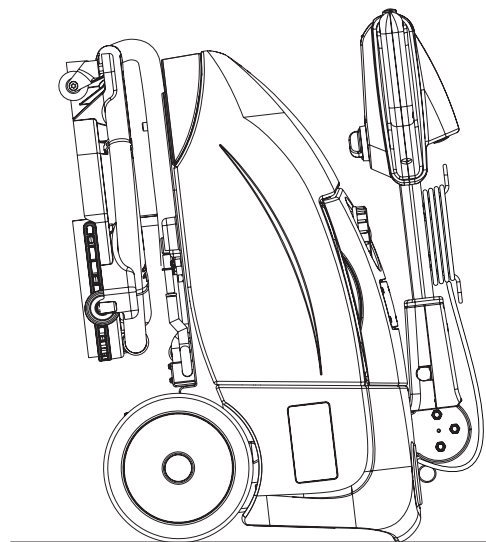

Figure 5
3. Pour mieux sauvegarder la brosse et les lamelles en caoutchouc de l'embouchure, plier le guidon (2) et garer la machine comme indiqué dans la figure 5.